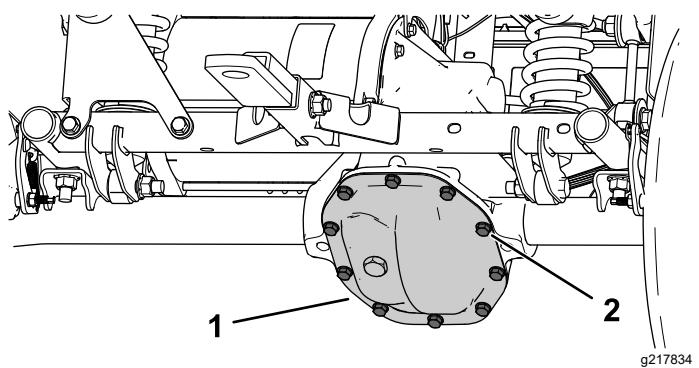

Figura 55
1. Coloque un recipiente de vaciado debajo de la cubierta del transeje (Figura 55).
- 2. Retire los pernos de la cubierta del transeje y vacíe el fluido completamente (Figura 55).